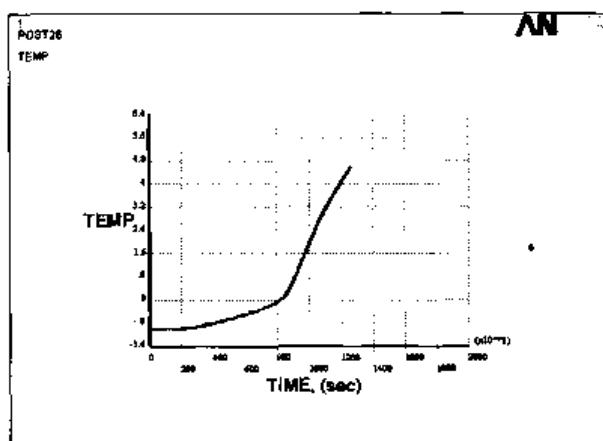

图 12-47 A 点温度随时间的变化关系曲线
(11) 选择 Utility Menu | Select | Entities 命令, 出现 Select Entities 对话框。在第 1 个下拉列表框中选择 Nodes 选项, 在第 2 个下拉列表框中选择 By Location 选项, 在第 3 个选项组中选 X coordinates 单选按钮, 在 Min,Max 文本框中输入 0, 在第 5 个选项组中选 From Full 单选按钮。
(12) 单击 Apply 按钮, 在第 3 个选项组中选 Y coordinates 单选按钮, 在 Min,Max 文本框中输入 0.02, 在第 5 个选项组中选 Reselect 单选按钮, 单击 OK 按钮关闭该对话框。
(13) 选择 Utility Menu | Get Scalar Data 命令, 出现 Get Scalar Data 对话框。在 Type of data to be retrieved 的两个列表框中分别选择 Model data、For selected set 选项, 单击 OK 按钮, 出现 Get Data for Selected Entity Set 对话框, 在 Name of parameter to be defined 文本框中输入 NODE2, 在 Data to be retrieved 的两个列表框中分别选择 Current node set、Highest node num 选项, 单击 OK 按钮关闭该对话框。
(14) 选择 Main Menu | TimeHist Postpro | Define Variables 命令, 出现 Defined Time-History Variables 对话框, 单击其上的 Add 按钮, 出现 Add Time-History Variable 对话框, 选中 Nodal DOF result 单选按钮, 单击 OK 按钮, 出现 Define Nodal Data 菜单, 在文本框中输入 NODE1, 单击 OK 按钮, 出现 Define Nodal Data 对话框, 采用其默认设置, 单击 OK 按钮关闭该对话框。
(15) 单击 Defined Time-History Variables 对话框上的 Add 按钮, 出现 Add Time-History Variable 对话框, 选中 Nodal DOF result 单选按钮, 单击 OK 按钮, 出现 Define Nodal Data 菜单, 在文本框中输入 NODE2, 单击 OK 按钮, 出现 Define Nodal Data 对话框, 采用其默认设置, 单击 OK 按钮关闭该对话框。
(16) 单击 Defined Time-History Variables 对话框上的 Close 按钮关闭该对话框。
(17) 选择 Main Menu | TimeHist Postpro | Graph Variables 命令, 出现 Graph Time-History Variables 对话框, 在 NVAR1 1st variable to graph 文本框中输入 2, 单击 OK 按钮, ANSYS 显示窗口将显示 A 点温度随时间的变化关系曲线图, 如图 12-47 所示。